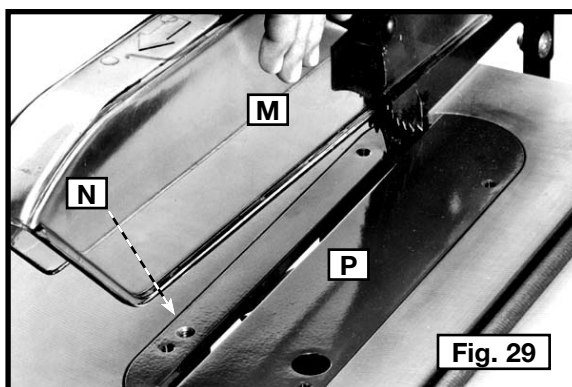

Fig. 29
Abaisser la lame de la scie et installer l'insert de table (P) fig. 29, dans la table de la scie de table.
**IMPORTANT :** lors de l'installation de l'insert de table, retenir le protège-lame (M). Après insertion de la pièce, l'insert relâchera automatiquement l'effet de blocage sur le couteau séparateur et abaissera le protège-lame.